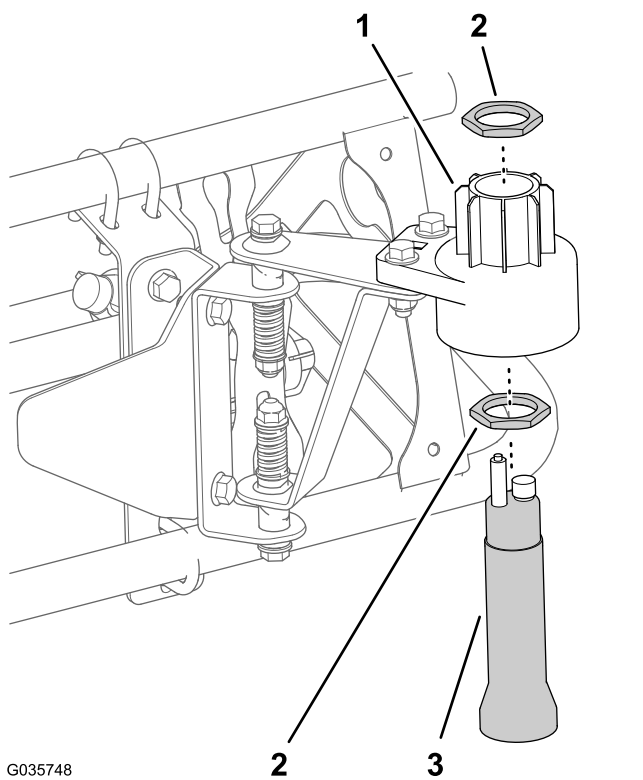

Рисунок 21
- A. Установите большую гайку на датчик (Рисунок 21).
- B. Вставьте датчик в нижний корпус датчика (Рисунок 21).
- D. Установите другую большую гайку на датчик (Рисунок 21).